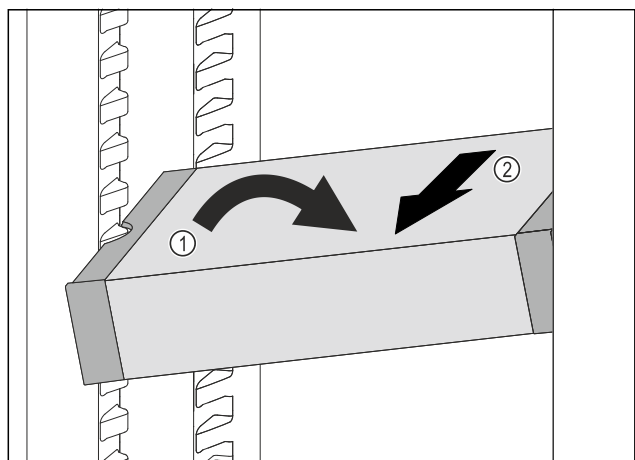

Fig. 85
- ▶ Расположите VarioSafe в холодильном отделении под наклоном. Fig. 85 (1)
- ▶ Извлеките VarioSafe движением вперед. Fig. 85 (2)